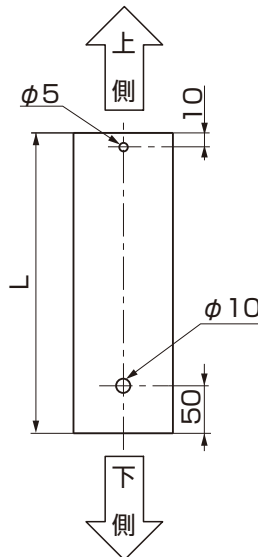

図1-2 間柱現場加工寸法
②実測寸法に320mmを足した寸法Lで間柱を切断してください。
③図1-2を参照して $\phi 10$ と $\phi 5$ の貫通穴をあけてください。